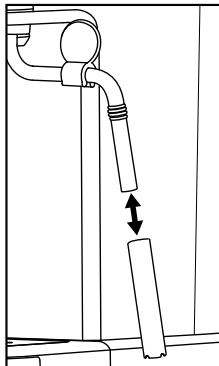

Figura 3
- 5) Sfilare l'involucro del montalatte **10** (Figura 3) e pulirlo accuratamente in acqua calda.
- 7) Far scorrere nuovamente l'involucro del montalatte **10** (Figura 3).